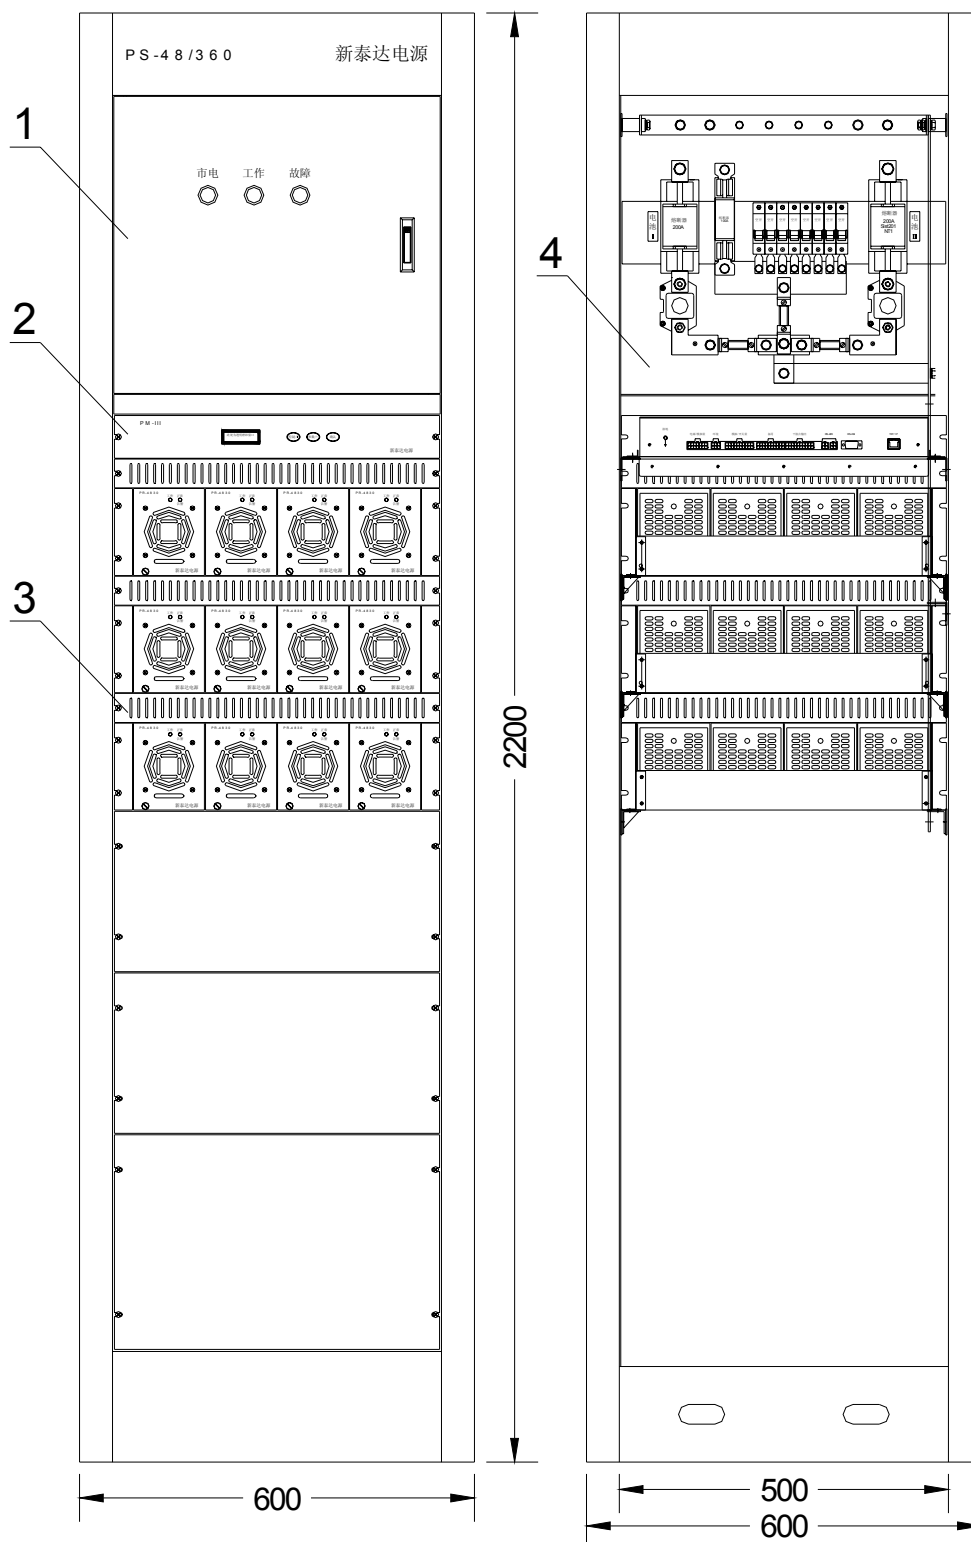

图 9-1 PS-48/360 系统外形图
1) 图 9-1，尺寸为：600*600*2200 (mm)，标准柜，不带两路市电转换装置。